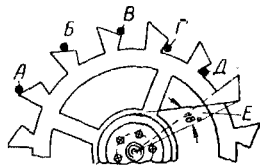

Рис. 68. Анкерне колесо: *А* — п'ятка; *Б* — площина імпульсу; *В* — вершина; *Г* — площина спокою; *Д* — положення штифта в притяжці; *Е* — кут піднутрення штифта.
6. Притягання. Піднутренні передні площини зубців анкерного колеса (кут піднутрення *Е* показаний на рис. 68) здійснюють так зване притягання, притискуючи (притягаючи) піднутренньою стороною зубця штифт анкерної вилки до обода колеса.
Відзначимо ще один важливий фактор, який сприяє хорошій роботі годинника: площа імпульсу *Б* (рис. 68) на всіх зубцях анкерного колеса повинна бути рівною, зовсім гладенькою, без рисок і шершавостей. Щоб повністю зрозуміти і засвоїти описані дії деталей вузла ходу і балансу, рекомендуємо простежити за їх взаємодією в процесі роботи механізму. Механізм будильника простий, його легко вивчити на практиці, досить лише уважно простежити окремо взаємодію анкерної вилки з анкерним колесом (без балансу), анкерної вилки з балансом і спіраллю,